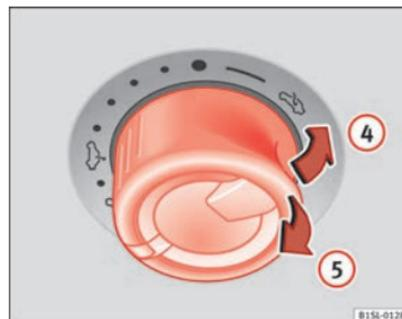

Fig. 27 En el techo interior: girar el mando para levantar el techo y cerrarlo.
- Antes de que transcurran aprox. 5 segundos desde la activación de la función antiaprisionamiento, tire del mando ⇒ fig. 27 ⑤ hasta que el techo corredizo y deflector se haya cerrado completamente.